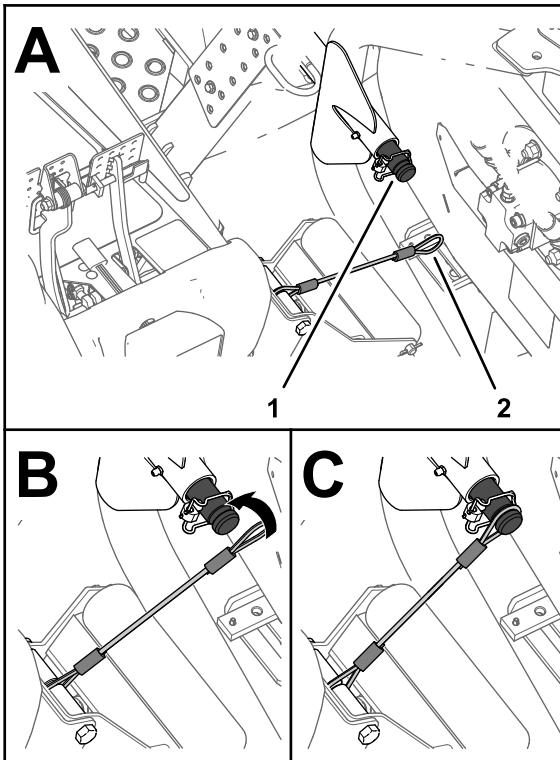

Bild 40
5. Fluchten Sie die Verbindungsleine zur Trägerwelle des Hubarms für das äußere Frontmähwerk aus (Bild 40).
6. Schieben Sie die Schleife der Verbindungsleine über die Trägerwelle, bis die Verbindungsleine fest in der Rille der Welle sitzt (Bild 40).